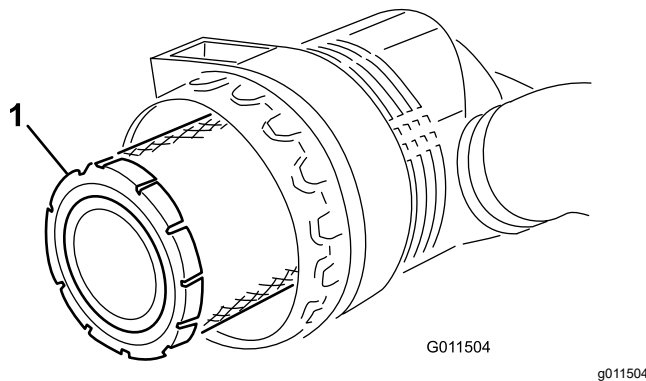

Figura 54
4. Retire e substitua o filtro primário (Figura 54).